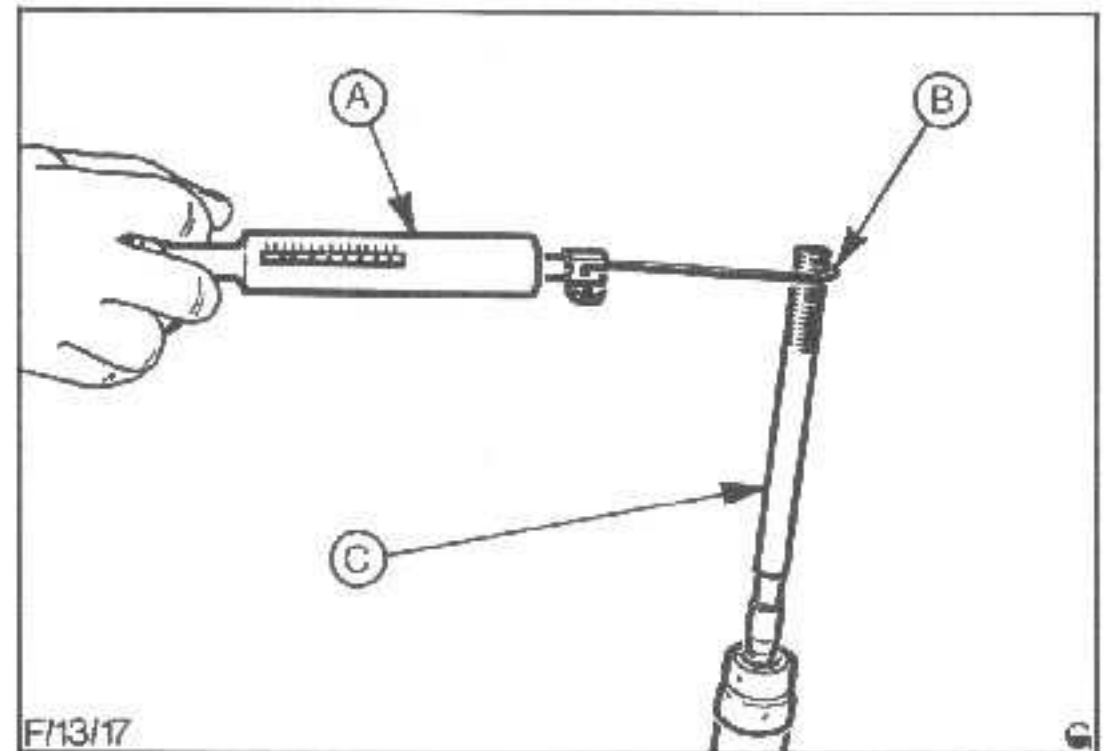

Abb.41 Kugelkopfvorspannung einstellen
- b) Federwaage mittels eines Drahhakens an die Spurstange einhängen. Haken muß 6mm vom äußeren Ende der Spurstange angebracht werden, Abb.41.